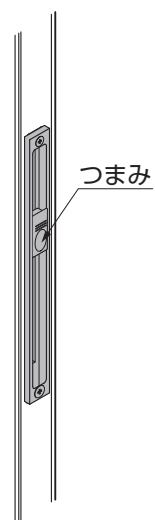

図3-4
- 落とし棒操作時以外は、ロック状態にしてください。(図3-4参照)